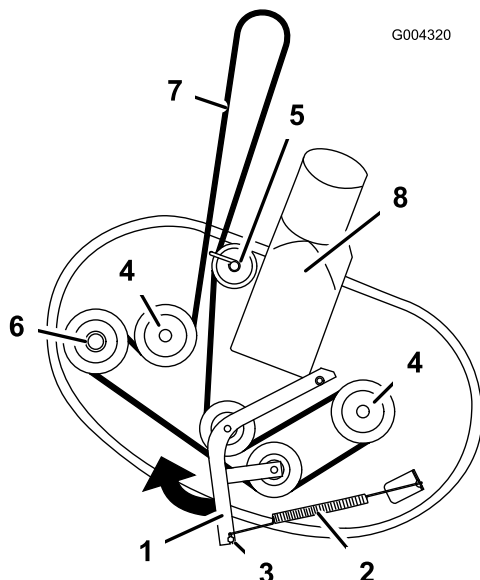

Bild 58
5. Lösen Sie die Befestigungen, mit denen die Riemenführung an der hinteren Spannscheibe befestigt ist (Bild 58).
6. Ziehen Sie den Spannarm in die in Bild 58 angegebene Richtung und rollen Sie den Riemen von den Scheiben ab.
- Legen Sie den neuen Riemen um die Motor- und Mähwerkspannscheiben (Bild 58). Verlegen Sie einen neuen Riemen unter der Riemenführung und um die hintere Spannscheibe.
- Ziehen Sie die Spannscheibe in die in Bild 58 angegebene Richtung und verlegen Sie den Riemen um die Scheibe des Spannarms und die Spindelscheiben (Bild 58).
- Ziehen Sie die Befestigungen der Riemenführung auf der hinteren Scheibe fest (Bild 58).